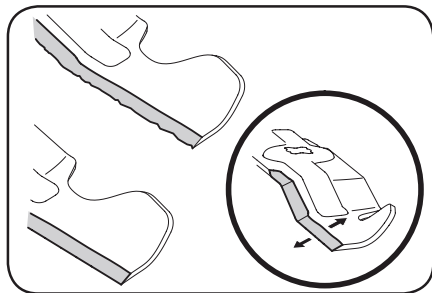

Figure 4-10
- Débranchez le câble positif et le câble négatif de la batterie, puis soulevez la batterie pour la retirer de l'appareil. Voir Figure 4-10.